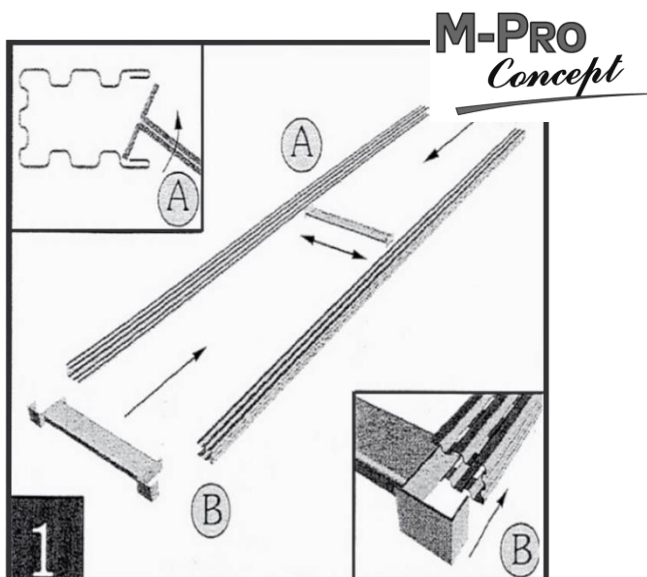

Рис. 1. Сборка стоек (рамок)
1. Возьмите стойку и металлические стяжки, вставьте поперечину, стяжку опору в первый паз от загнутого края стойки (А) аналогичным образом вставьте во вторую стойку параллельно первой. Вставьте с торцов стоек стяжки опоры, и вы получите спаренную стойку (В) (Рама) (рис. 1).